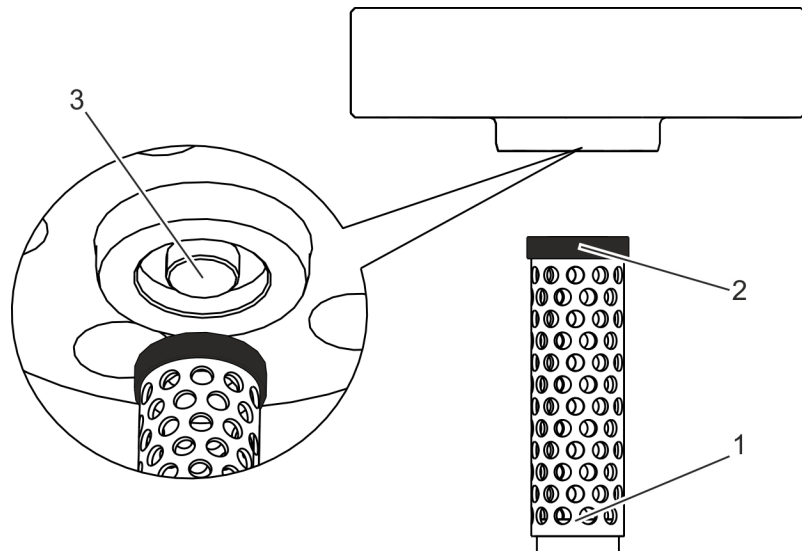

Fig. 7: Tamiz cilíndrico
- un tamiz cilíndrico (Fig. 7/1) y
- un anillo de empaquetadura (Fig. 7/2).
El tamiz cilíndrico está centrado en la tapa (Fig. 7/3).
Para sellar la unión entre el tamiz cilíndrico y la tapa hay montado un anillo de empaquetadura (Fig. 7/2). De este modo, se evita que el fluido circulante atravesase el cuerpo de la válvula pasando entre la tapa y el tamiz cilíndrico sin que los cuerpos extraños sean retenidos.